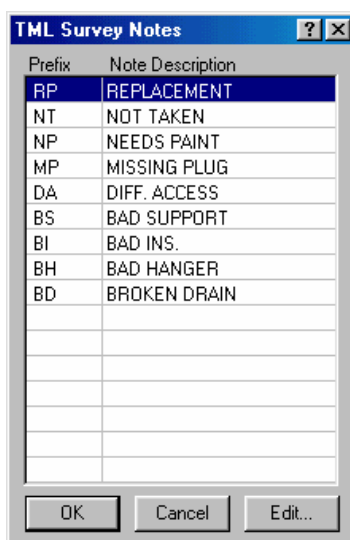
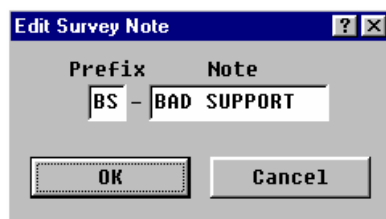

Figura 11.31. Ventana Ejemplo Notas de Inspección
Figura 11.32. Ventana Editar Notas de Inspección
- Reading Comments: En estos campos se colocan comentarios que pueden ser agregados a las lecturas obtenidas durante la inspección. Usted puede escribir sus comentarios dentro de estos campos directamente o introducir los comentarios seleccionando el botón  que se localiza a la derecha de cada campo. La ventana que se muestra en la Figura 11.31. aparecerá en pantalla. Seleccione el comentario que desea agregar y presione el botón de **Aceptar**. También se podrán agregar hasta 16 comentarios a cada lectura presionando el botón **Editar**, figura 11.32.